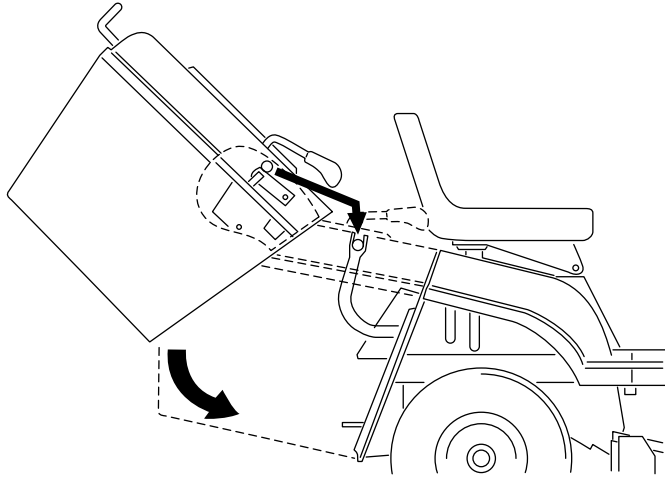

Figura 34
1. Inclinate in avanti, con entrambe le mani, il cesto di raccolta (Figura 34).
2. Inclinate in avanti il cesto di raccolta a 40° circa, ed appoggiatelo sulle due staffe di supporto sul retro del trattore (Figura 34).